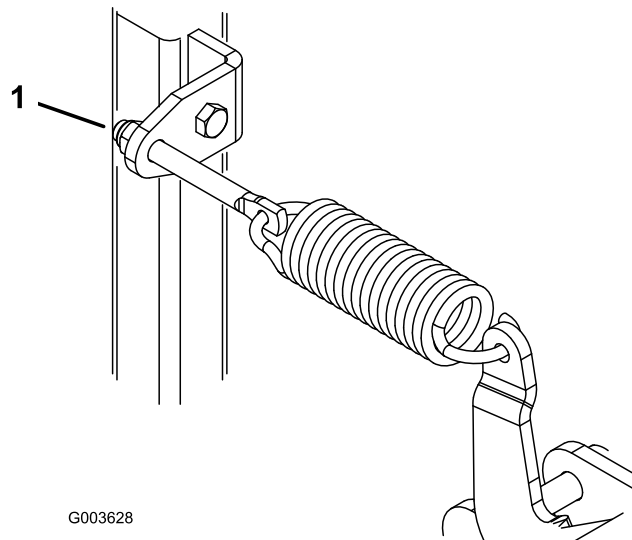

Figura 8
2. Rode as molas ajustando as porcas (Figura 8) no sentido dos ponteiros do relógio para subir a lâmina ou no sentido contrário aos ponteiros do relógio para descer a lâmina.